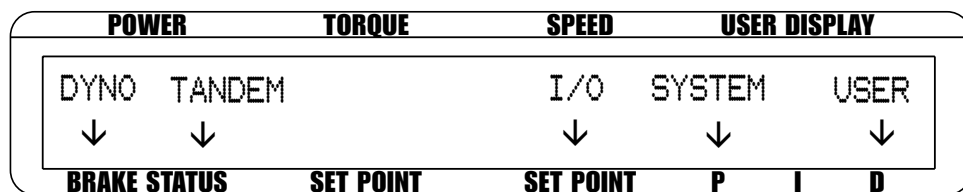

Figure 3–21a Menu de setup en tandem
- 4b. Pour un frein à poudre, appuyer sur SHIFT. L'affichage se présente comme illustré avec la figure 3–14 Menu de configuration du frein à poudre TSC2. Entrer le couple maximal désiré à l'aide de la touche TORQUE UNITS, des touches UP ◀ et DOWN ▶, ainsi qu'avec la molette de réglage. Appuyer 2 fois sur SHIFT pour retourner au menu principal. Voir la figure 3–21 Menu de setup en tandem.